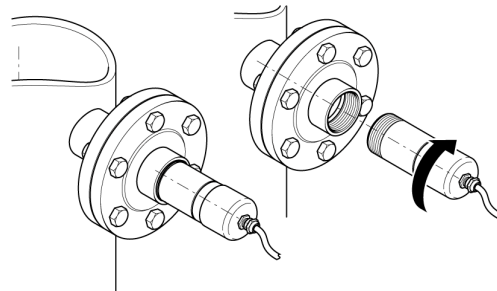

Рис. 4: Установка на фланце
- закреплен на фланце (рис. 4)